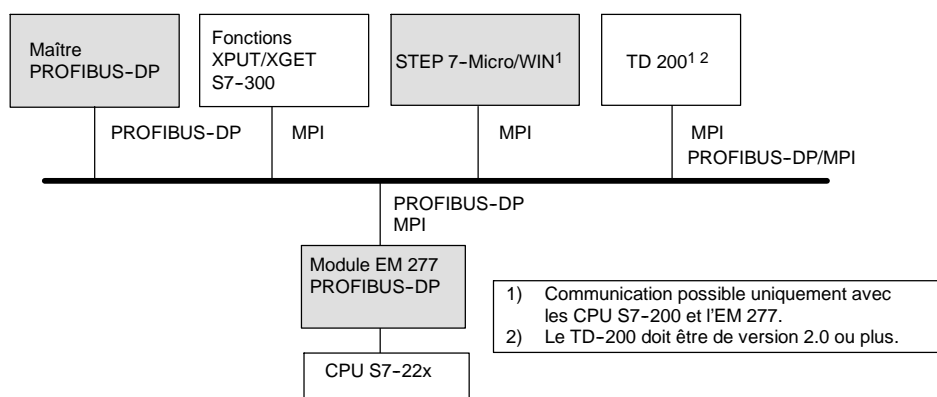

Figure A-30 Réseau MPI/PROFIBUS-DP
Il est possible d'établir au maximum six liaisons (à six unités), en plus de la liaison maître DP, au module EM 277 PROFIBUS-DP. Une liaison est réservée à une console de programmation (PG) et une liaison à une interface opérateur (OP). Les quatre autres liaisons peuvent être utilisées par des maîtres MPI quelconques. Tous les maîtres doivent opérer à la même vitesse de transmission pour que le module EM 277 PROFIBUS-DP puisse communiquer avec plusieurs maîtres. Vous trouverez à la figure A-30 une configuration de réseau possible.